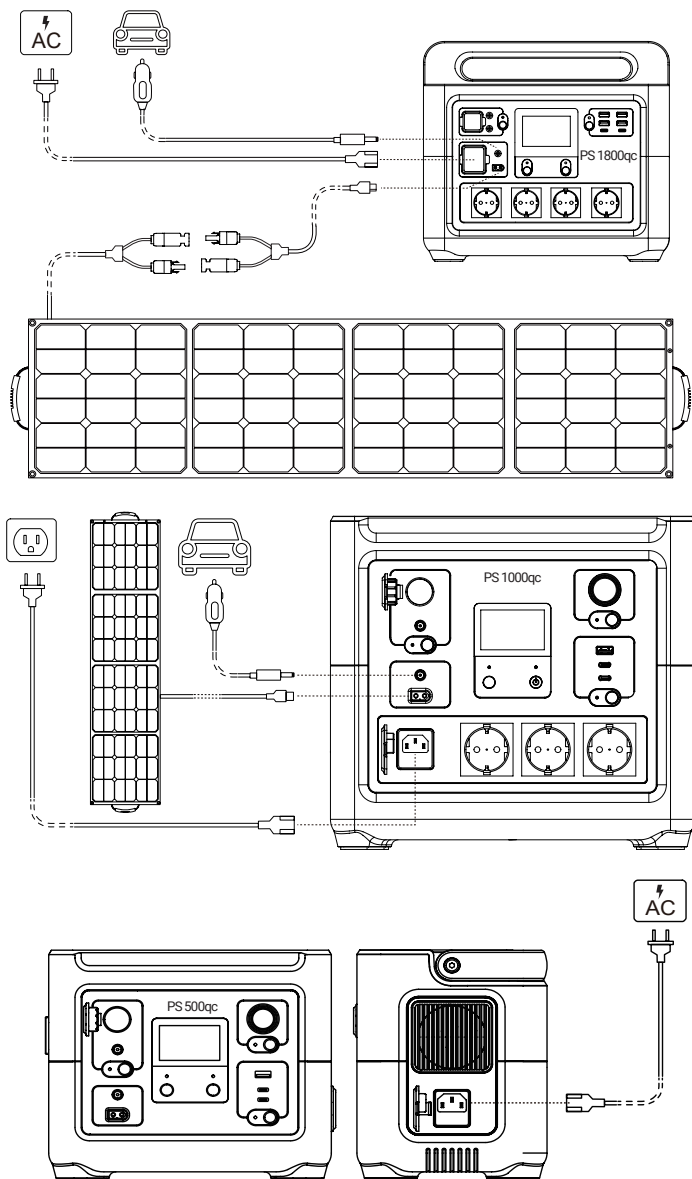

Рисунок 3. Схема зарядження доступними способами станції «PS 1800qc», «PS 1000qc», «PS 500qc».
5.2.1 Режим заряджання акумуляторної батареї виробу (рис. 3).
5.2.1.1 Заряджання від побутової мережі змінного струму (рис. 3).
5.2.1.2 Заряджання від автомобільної бортової мережі постійного струму (рис. 3).